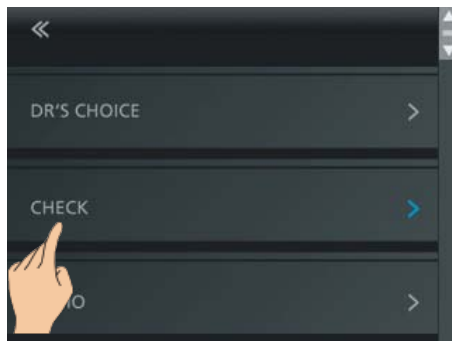

Рис. 28. Выбор функции CHECK
- Войдите в меню настроек и выберите функцию CHECK (рис. 28).